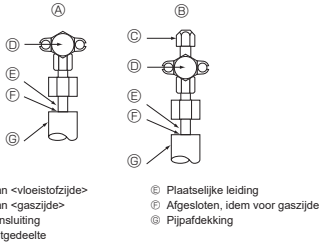

Fig. 4-4
4.4. Lucht dichtheid van de koelstofpijpen testen (Fig. 4-4)